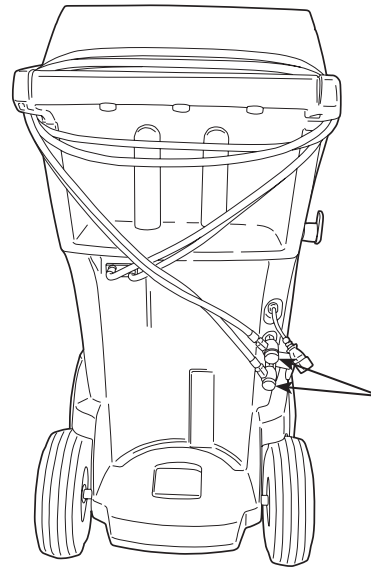

Figure 2
2. Quand vous y êtes invité, branchez les flexibles de service de la machine sur leurs orifices de stockage, comme illustré sur la Figure 2. Sélectionnez ►► pour poursuivre.